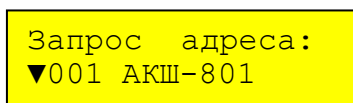

Рисунок 2.2. Пример сообщения на ПКУ о запросе адрес прибора
- выберите адрес из списка или прямым вводом. Пульт сообщает прибору адрес, идентификатор сети и ключ шифрования, после чего на экран выводится сообщение об удачной (рис. 2.3-а) или неудачной (рис. 2.2-б) инсталляции.